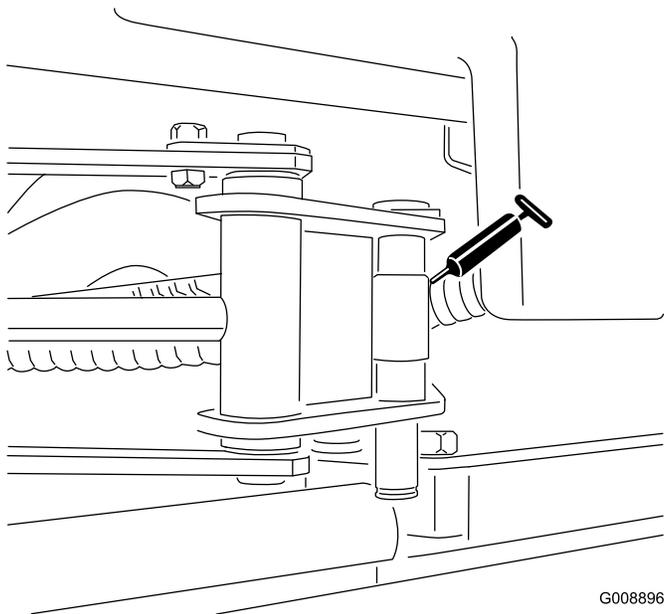

Figura 52
- Extremidades do cilindro do SideWinder (2; apenas modelo 03171) (Figura 52)